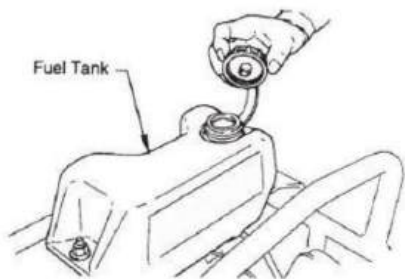

Fig 3
1. Fyll bränsletanken (fig 3) med blyfri bensin. Kolla samtidigt motoroljan och gör det till en vana att fylla på den ofta.